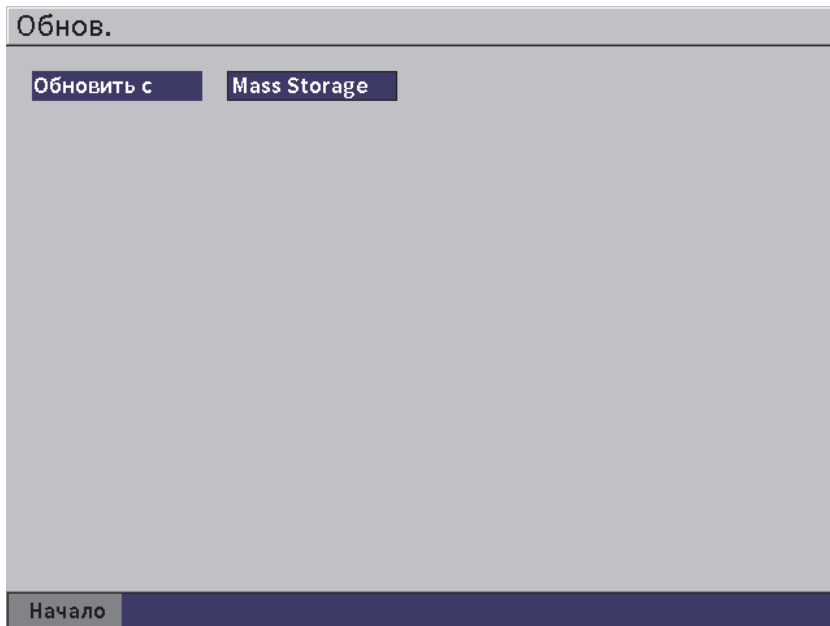

Рис. 5-14 Страница Обновить
1. Выберите значок **Обновить** () , чтобы открыть страницу **Обнов.** (см. Рис. 5-14 на стр 77).